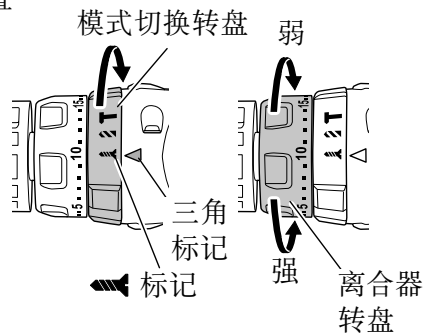

图 14
<DV18DA> (请参照图 14、15 和 16)
- (1) 当把本机作为起子机使用时, 请将模式切换转盘上的螺钉拧紧标记“”与机身外侧上的三角标记对齐, 并将离合器转盘上的“1、5、10……20”中的某个数字或点与机身外侧上的三角标记对齐。(请参照图 14)